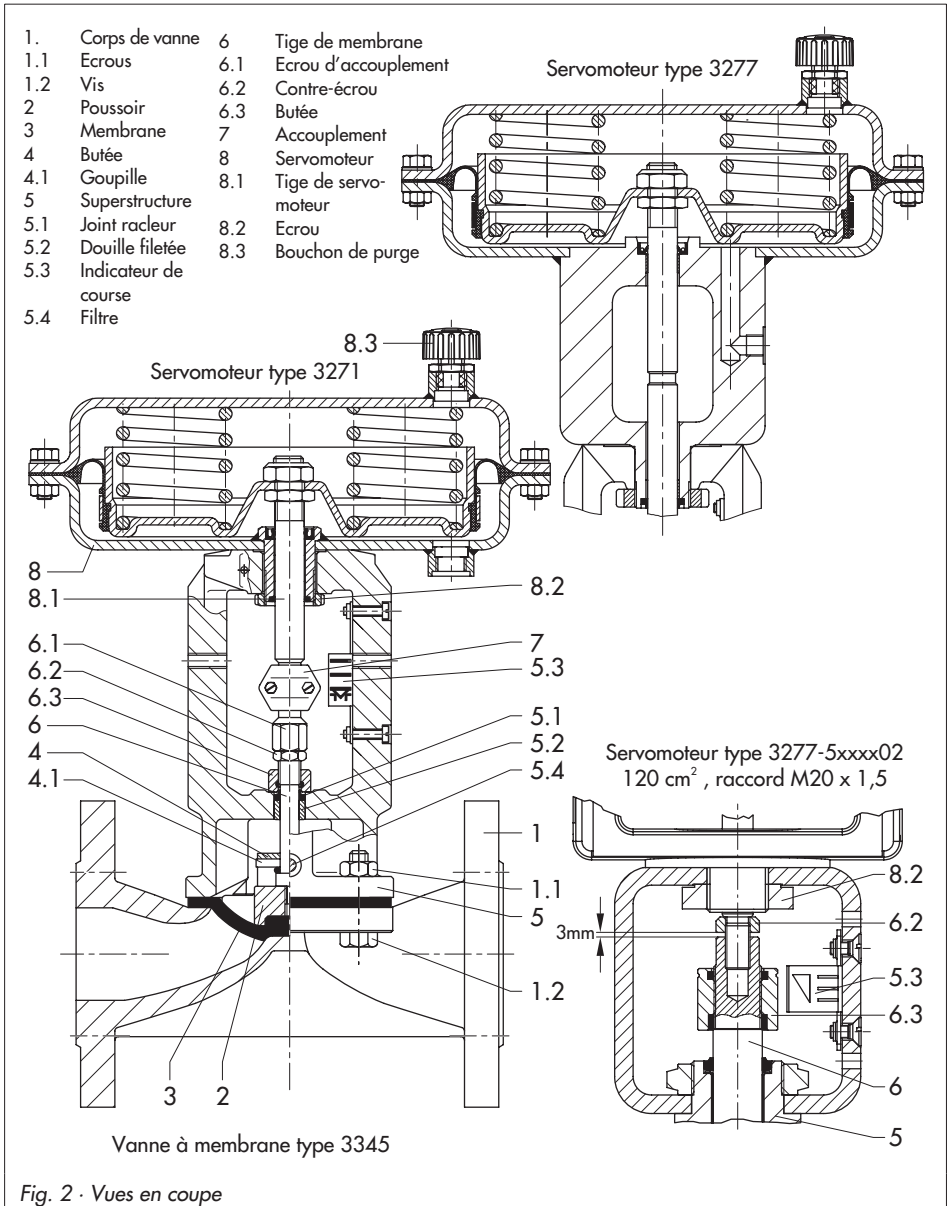

Fig. 2 · Vues en coupe
Montage sur vanne alimentaire et corps inox  $\leq$  DN 25 (fig. 2 en bas à droite)
**Démontage du servomoteur :** (Fig. 2)
1. Défaire les pièces d'accouplement (7) (pour le servomoteur 3277-5 défaire les contre-écrous (6.2)) et dévisser l'écrou (8.2).
**Echange de la membrane** (Fig. 2, 3 et 4)